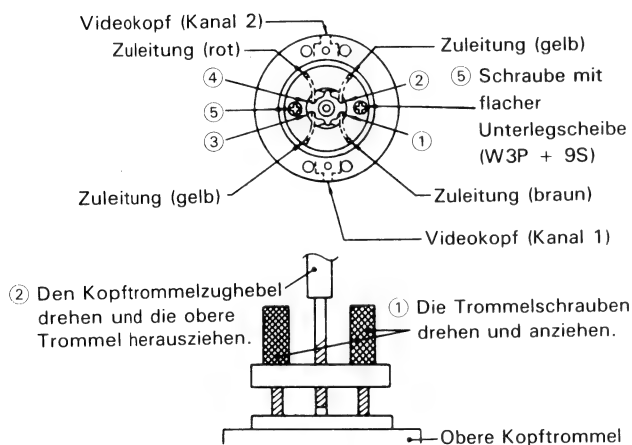

Abbildung 1-28.
#### • Auswechseln (siehe Abb. 1-28)
1. Die neue, obere Kopftrommel in die in Abb. 1-28 gezeigte Lage bringen und die Zuleitungen richtig verlegen.